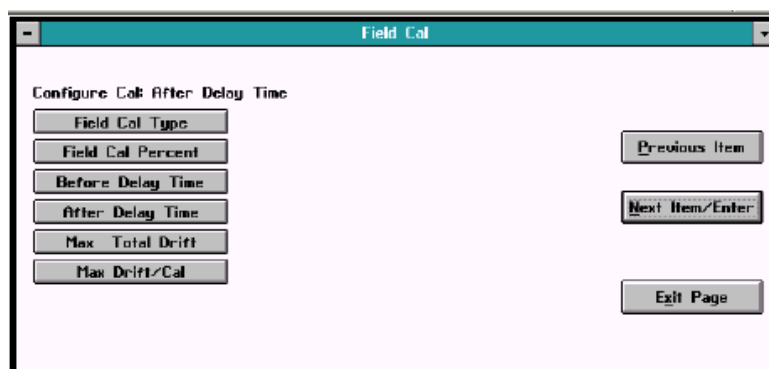

図 3-6 *Configure Cal* ウィンドウ
*Configure Cal* コマンドで、フィールドキャリブレーションのタイプとパラメータ（ゼロガスまたはスパンガスの比率、キャリブレーション前後の遅れ時間、ならびにキャリブレーションの最大総ドリフトおよびドリフト量）を変更することができます。*Configure Cal* をクリックすると、図 3-6 に示すウィンドウが表示されます。いずれかのオプションをクリックするとそのオプションのウィンドウが表示され、*Next Item/Enter* をクリックするとオプションの上にあるステータスラインにメニューが一覧表示されます。